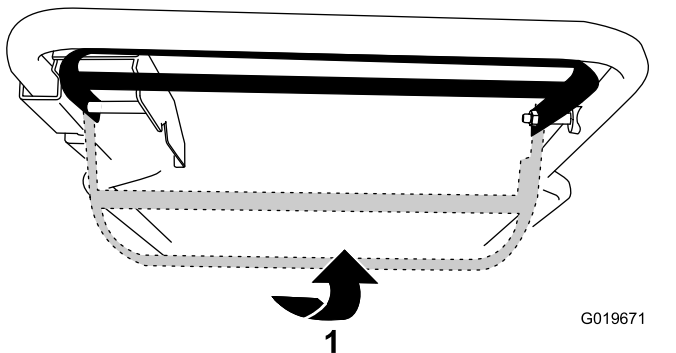

Figure 14
- **Pour utiliser l'autopropulsion sans engager la lame :** Relevez la barre de commande de la lame contre le guidon (Figure 14).